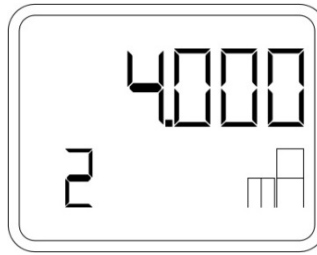

Рисунок 20 – Установка нижнего предела измерения при подаче опорного давления
- Одновременным нажатием кнопок «+» и «-» установить нижнее значение на 4 мА (рисунок 20).